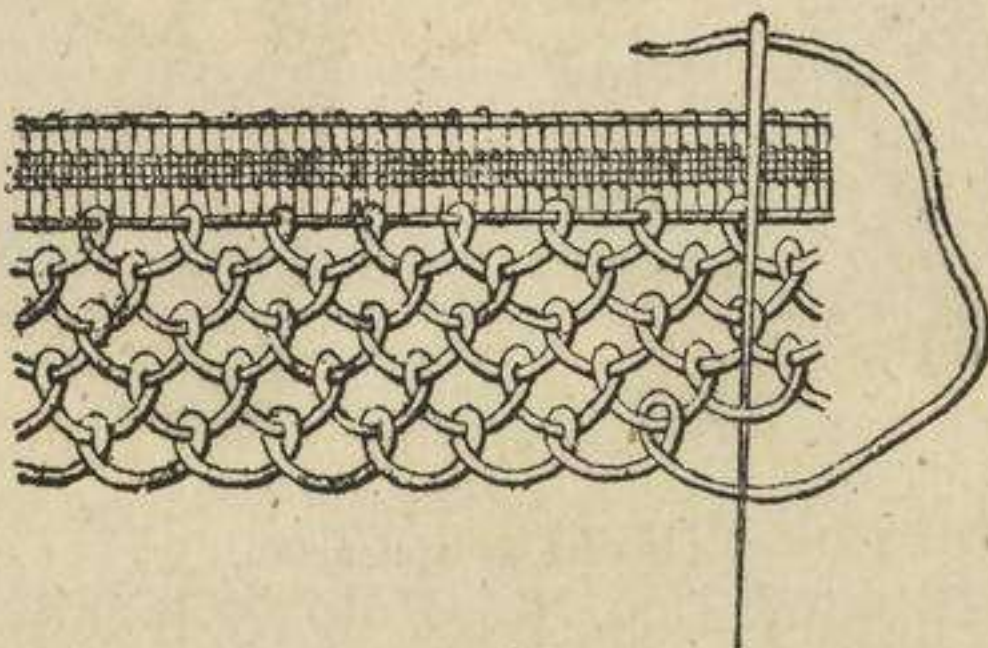

Fig. 282.—Punto de tul sencillo.
**PUNTO DE BARRA.**— Se hace la 1.a hilera como un *punto de tul sencillo*. (Véase la fig. 282.) Para conducir el hilo de derecha á izquierda, se lanza un hilo recto, que forma la
**PUNTO BELGA.** — Las hileras impares se hacen como las hileras pares del *punto de tul sencillo* (véase la fig. 282), y las hileras pares como las impares del *punto de tul doble*.